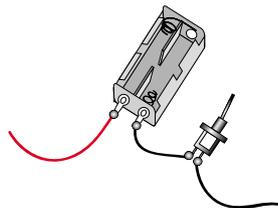

図2
(2) 電池ホルダーとトグルスイッチをリード線でつなぎ, はんだづけする。(図2)